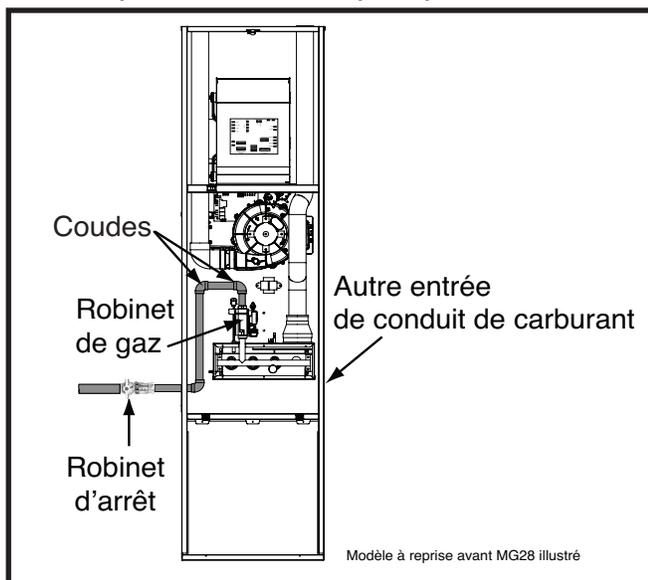

Figure 19. Raccordements de gaz typiques
- Certaines réglementations locales exigent l'installation d'une valve d'arrêt principal et d'un raccord-union de mise à la terre à l'extérieur de la fournaise, comme indiqué à la Figure 19. La valve d'arrêt doit être facilement accessible pour l'entretien ou l'utilisation d'urgence. Communiquez avec le service public local ou le fournisseur de gaz pour connaître les exigences supplémentaires relatives à l'emplacement du robinet d'arrêt de gaz principal manuel.
La fournaise est installée avec une entrée de gaz à la base. Au moment de raccorder l'alimentation en gaz, prévoyez un dégagement entre la conduite d'alimentation de gaz et le trou d'entrée dans le boîtier de la fournaise pour éviter les bruits non désirés ou les dommages à la fournaise. Les raccords de gaz typiques sont montrés dans la Figure 19.
- Branchez la sortie **W** du thermostat à la borne **W1** des tableaux de commande de la fournaise. Ceci permet à la fournaise de toujours fonctionner en mode faible puissance. Voyez la Figure 19